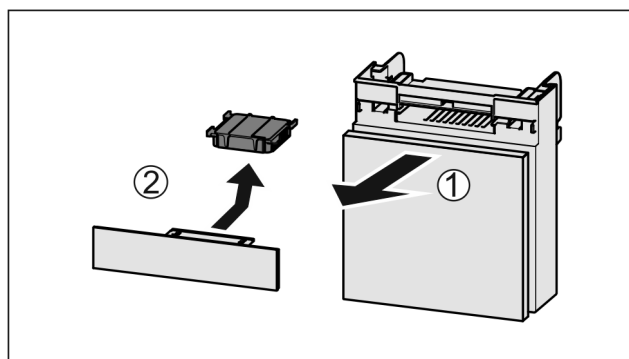

Fig. 145
- Extraire le compartiment par l'avant Fig. 145 (1).
- Sortir le filtre à charbon actif Fig. 145 (2).